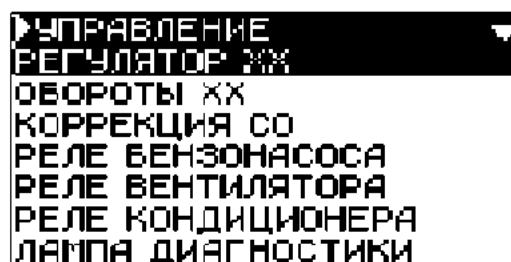

Рис. 20 Меню УПРАВЛЕНИЕ ИМ
4.4.3 Меню **УПРАВЛЕНИЕ ИМ** показано на рис. 20.